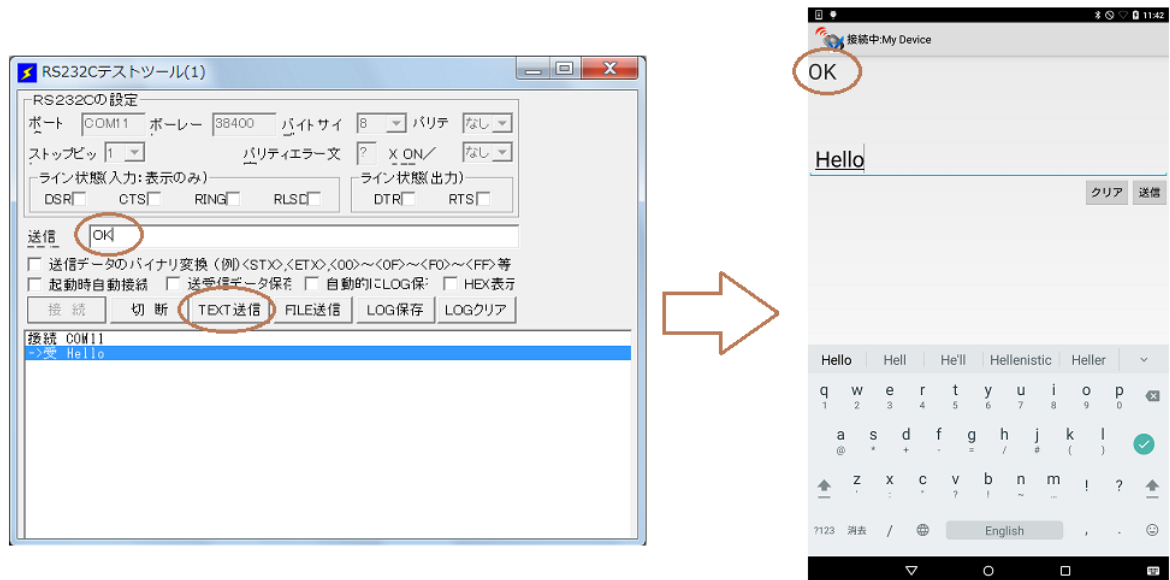

図 2-21 PC→スマート端末通信テスト
4. 図 2-21のように「Rs232cTool.exe」ウィンドウにある「送信データ」テキストボックスに“OK”テキストメッセージを入力します。「TEXT 送信」ボタンをクリックすると、ウィンドウ下部コンソールに“送-> OK”と“->受 OK”の2行メッセージが表示されます。同時にスマート端末メイン画面に“OK”が表示され、パソコン→スマート端末通信成功を示します。